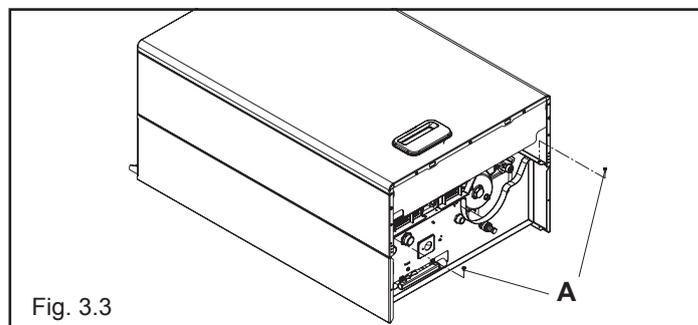

Fig. 3.3
Una volta installata la caldaia, le viti A (fig. 3.3) possono essere rimosse.
- togliere il mantello svitando le viti di fissaggio (A) (fig. 3.3)